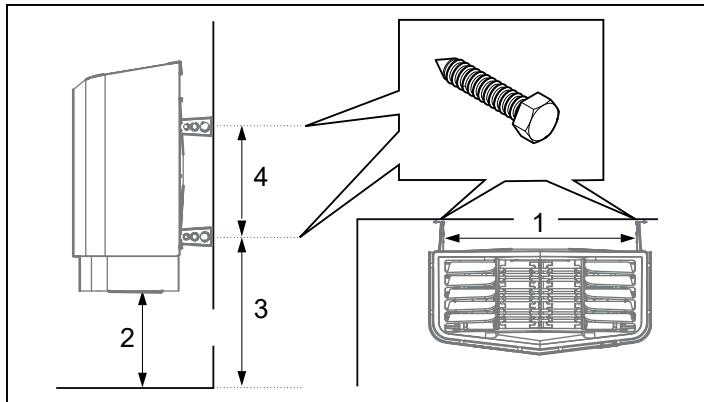

Fig 12: Måtsättning
6. Placer konsolskruvorna enligt måtsättning se Fig 12.